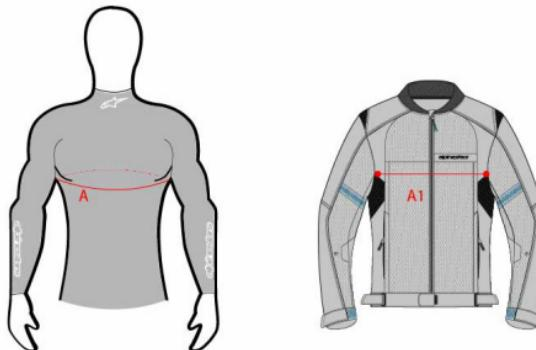

Abbildung 22: Referenzen für den Brustumfang (A) und die Brustweite des Kleidungsstücks (A1);
WARNUNG! Tech-Air® Off-Road muss mit jeder Oberbekleidung getragen werden, die die folgenden Kriterien erfüllt: Messen Sie den Brustumfang (A) und die Kleidungsbreite im Brustbereich (A1). Das Kleidungsstück ist mit dem Tech-Air® Off-Road System kompatibel, wenn A1 größer ist als A geteilt durch 2 plus 16 cm ($A1 > 0,5 \times A + 16 \text{ cm}$ oder $A1 > 0,5 \times A + 6,30 \text{ in}$) (siehe Abbildung 22 unten).